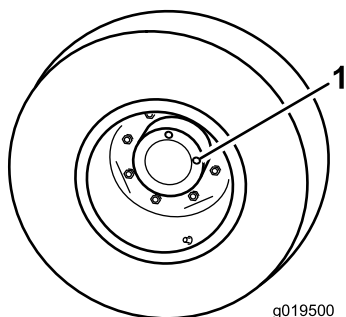

Figura 60
1. Com a máquina numa superfície plana, posicione a roda de forma a que 1 tampão de verificação fique na posição das 12 horas e o outro na das 3 horas (Figura 60).
2. Retire o tampão da posição das 3 horas (Figura 60).